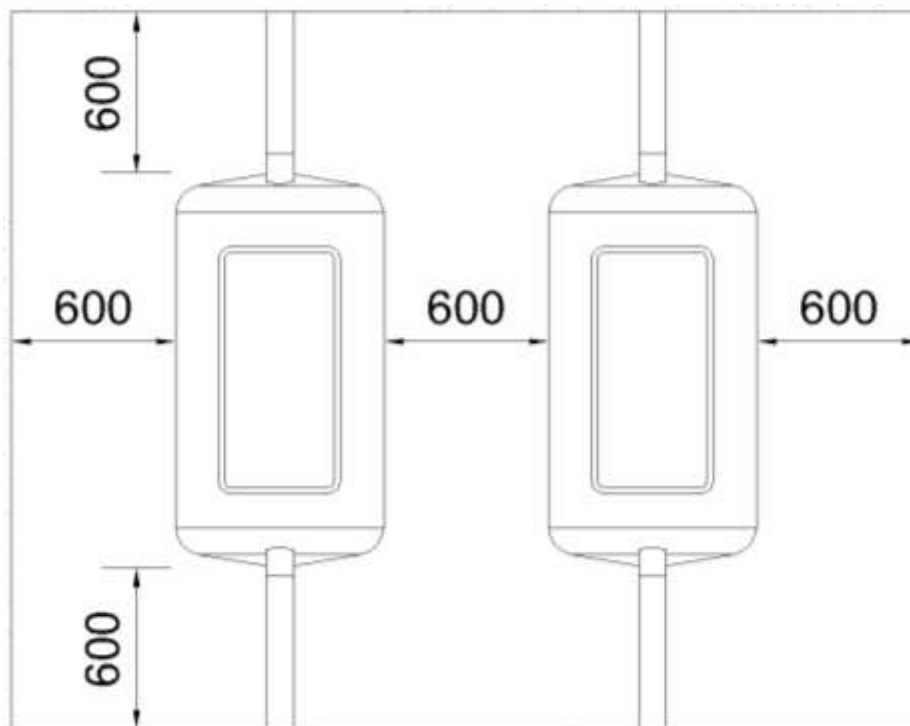

Figura 4-4 DISTANZE MINIME TRA MANUFATTI NEL CASO DI SCAVO INSTABILE
- La distanza minima tra manufatti che condividono lo stesso scavo è pari 600 mm (figura 4.4).